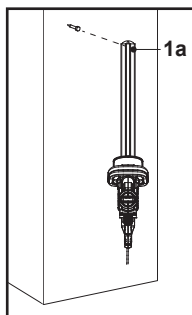

Fig. 11
3. Placer le protège-lame (12) sur le dispositif de coupe (lame) (1).
5. La machine peut être suspendue au mur par le trou de suspension sur la protection d'embout de lame (1a) (Fig. 11).